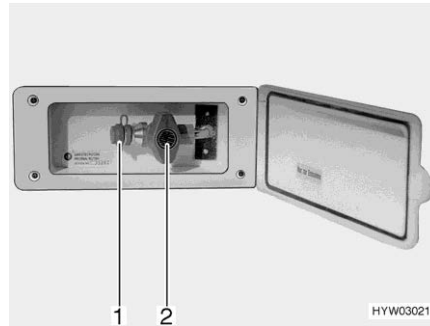

Bild 131 Extern gasanslutning
- Anslut den externa gasapparaten till anslutningar (Bild 131,1).
- Öppna gasavstängningsventilen (Bild 131,2).